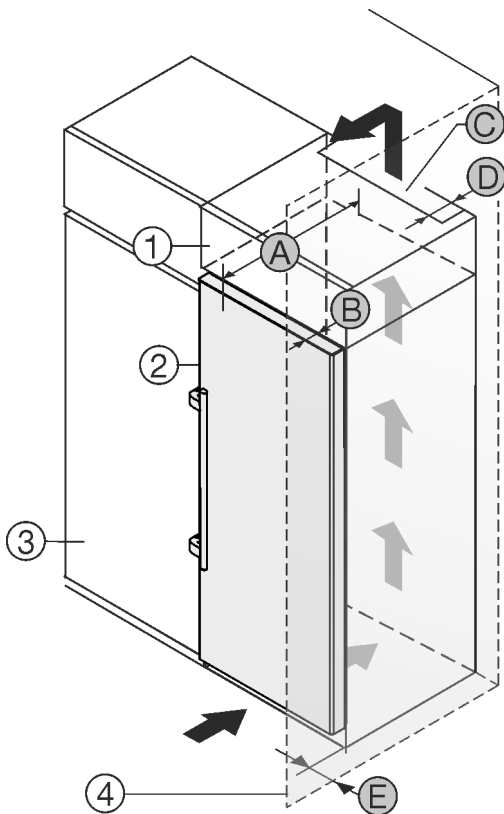

Fig. 2
- (1) Dollapi i montimit\*
- (2) Pajisja\*
- (3) Dollapi i kuzhinës\*
- (4) Muri\*
- (A) Thellësia e pajisjes\*
- (B) Thellësia e derës\*
- (C) Seksioni tërthor i ajrit\*
- (D) Distanca nga faqja e pasme e pajisjes\*
- (E) Distanca nga pjesa anësore e pajisjes\*
Ju mund ta instaloni pajisjen direkt ngjitur me dollapin e kuzhinës *Fig. 2 (3)*.\*
Në faqen e pasme të dollapit së montimit duhet të ketë një hapësirë ajrimi me thellësi *Fig. 2 (D)* në të gjithë gjerësinë e dollapit të montimit.\*
Nën mbulesën e hapësirës duhet respektuar seksioni tërthor i qarkullimit të ajrit *Fig. 2 (C)*.\*
Nëse instaloni pajisjen me mentesha pranë një muri *Fig. 2 (4)*, atëherë duhet që distanca midis pajisjes dhe murit të jetë të paktën 57 mm. Kjo përkon me zgjatimin e dorezës kur dera është e hapur.\*
Në mënyrë që dera të mund të hapet plotësisht, duhet që pajisja të dalë jashtë përpara kanatit të dollapit të kuzhinës sa thellësia e derës *Fig. 2 (B)*. Në varësi nga thellësia e dollapëve të kuzhinës *Fig. 2 (3)* dhe përdorimi i ruajtësve të distancës nga muri, pajisja mund të dalë më shumë përpara dollapit.\*